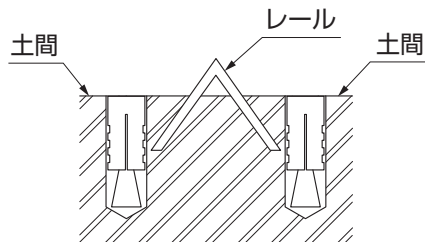

図9-8
- 脱輪防止部品セットを取付ける土間は、レールを挟んで左右が水平であることを確認してください。(図9-8参照)